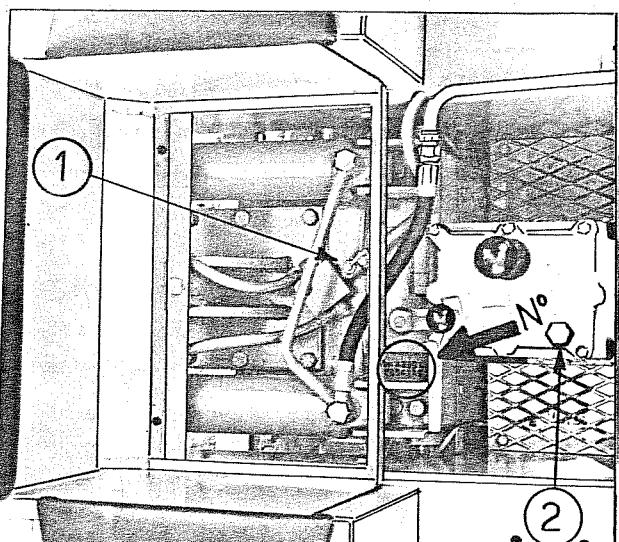

fig. 2
Il tipo della trattrice e il numero di telaio sono stampigliati sulla fusione in ghisa della scatola cambio-ponte posteriore , visibile togliendo il sedile (fig. 2).
- 3) Che il rubinetto del serbatoio del carburante (1 fig.2 ) sia aperto.